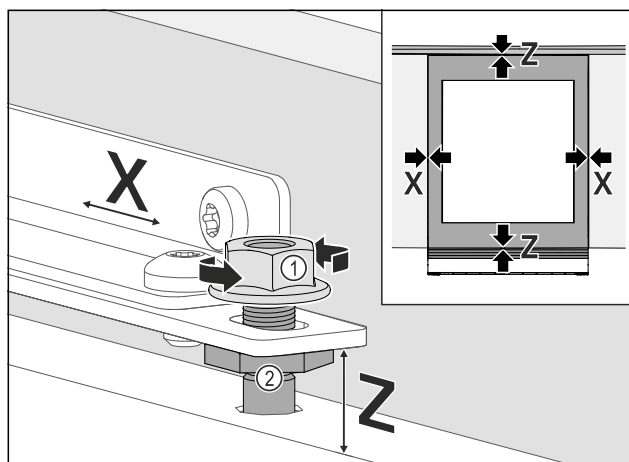

Fig. 94
- ▶ Bočno poravnajte vrata namještaja: Otpustite protumačicu Fig. 94 (1), pomaknite vrata namještaja u smjeru X.
- ▶ Pritegnite protumatihu Fig. 94 (1).
- ▶ Poravnajte vrata namještaja na visini Z i u bočnom nagibu: Namjestite svornjake za namještanje Fig. 94 (2).